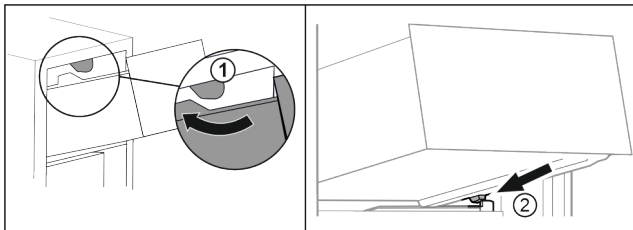

Fig. 23
- Guider le tiroir en contournant les butées supérieures. Fig. 23 (1)
- Placer le tiroir, en l'inclinant, derrière les butées inférieures sur la nervure de récipient. Fig. 23 (2)